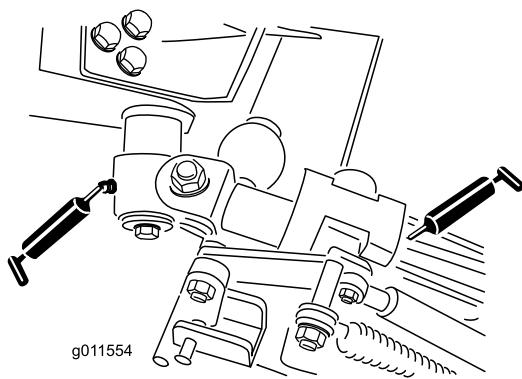

Bild 45
- Kipphebel-Drehbüchsen (2) (Bild 45)
- Hintere Armbüchsen (4) (Bild 45)